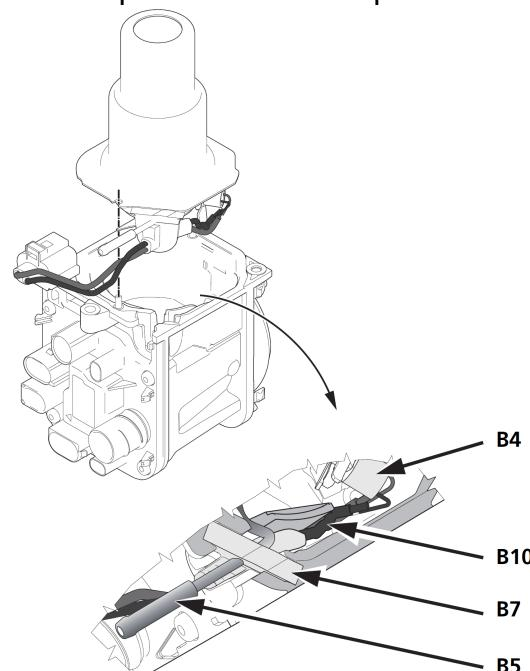

Рис. 903 Детальное представление расположение проводки штифта накала
- Предварительно примерьте горелку с втулками (B7) в корпус нагнетателя (G1). При монтаже обращайте внимание на то, чтобы кабель штифта накала (B10) и втулки (B7) были установлены в предназначенные для них направляющие и паз нагнетателя (G1) (см. рис. 903). Вставьте втулки (B7) в предусмотренный паз, пока полностью не займут установочные положения.
При монтаже горелки кабель должен быть проложен таким образом, чтобы располагаться в соответствующем пазу. См. также раздел 9.2.2 и рис. 903.